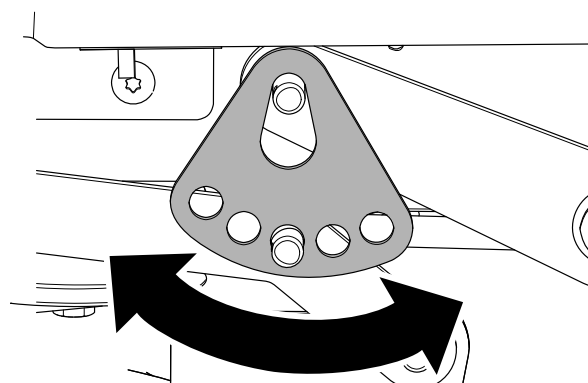

Figure 66
7. Tournez la plaque de hauteur de coupe à un trou différent pour que le poids du tablier de coupe soit soutenu après l'installation de la plaque (Figure 66).
8. Installez la rondelle et la goupille fendue (Figure 66).